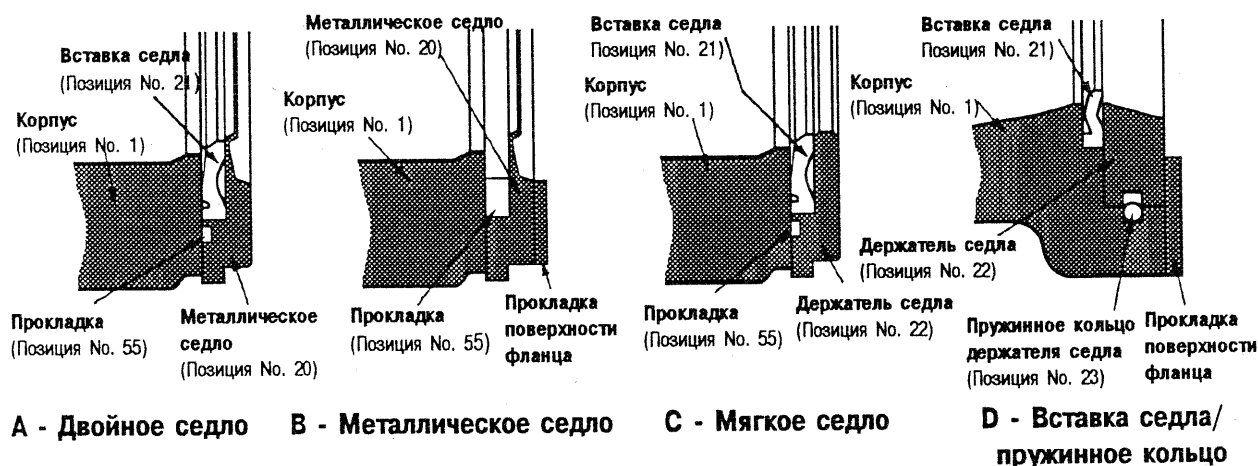

Рисунок 1: Конфигурация держателя седла
- В вентилях Valdisk, в которых используются винты держателя седла, отвинтите винты и снимите зажимы держателя. Вытащите держатель седла из корпуса вентиля. (Смотрите Рисунок 1А, В, С).